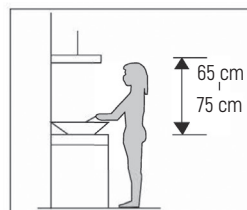

Abb. 1
1. Um die beste Wirkung zu erzielen, sollte die Haube in einem Abstand von 65-75 cm von der Kochfläche aufgestellt werden. Siehe Abbildung 1.